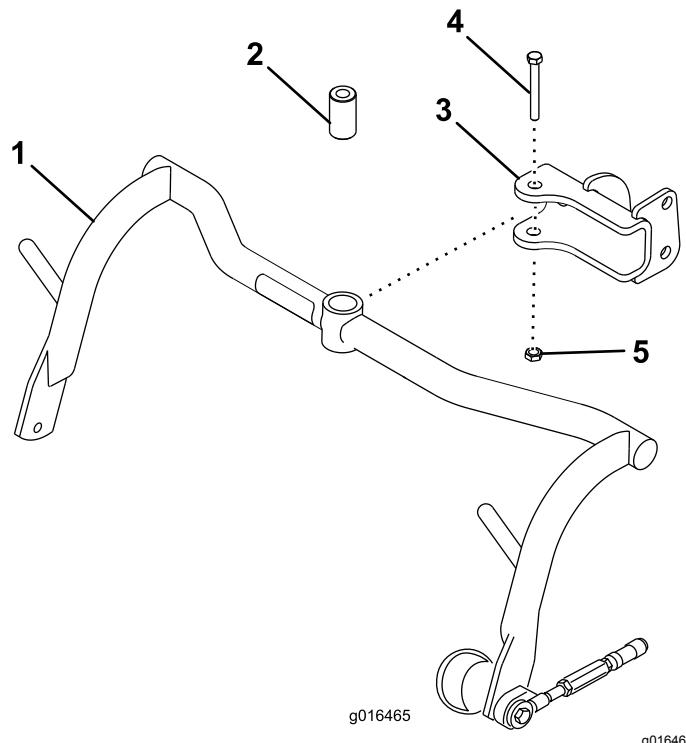

Bild 8
- Befestigen Sie einen Trägerrahmen mit einem Distanzstück, einer Schraube ($\frac{1}{2}$ " x 3 $\frac{1}{4}$ ") und einer Sicherungsmutter ($\frac{1}{2}$ ") an jeder Lastöse, siehe Bild 8. Ziehen Sie diese auf ein Drehmoment von 91 bis 113 N·m fest.